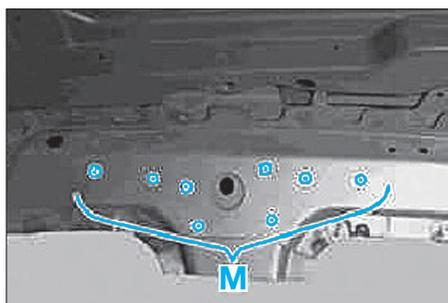

FIG. 62
- Fraiser les points de soudure zone (N) (2 épaisseurs de tôles).
- Fraiser les points de soudure zone (L).
- Fraiser les points de soudure zone (M) (Fig.62).